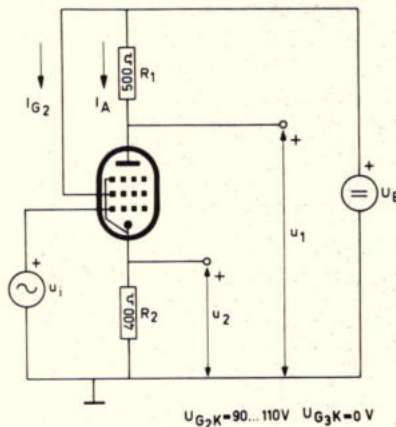
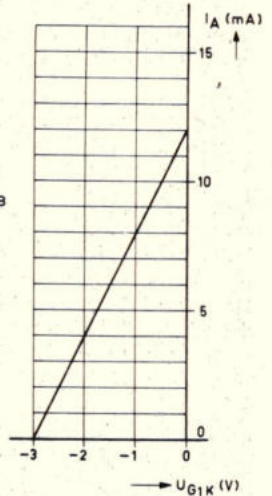

Fig. 26.
Fig. 27.
3. Van de elektronenbuis in fig. 26 is in fig. 27 de $I_A - U_{G1K}$ karakteristiek gegeven, die geldt bij de voorkomende waarden van U_{G2K} . De schermroosterstroom wordt op 25% van de anodestroom gesteld. Voorts is: \hat{u}_1 (topwaarde) = $0,6 \text{ V}$ en $U_B = 100 \text{ V}$.